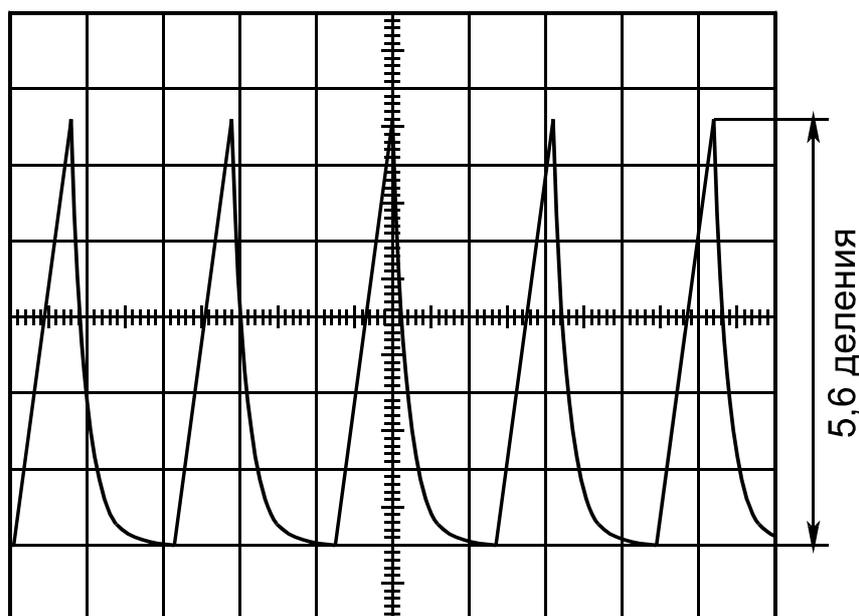

Рис. 7. Измерение амплитуды переменной составляющей импульсного сигнала, имеющего большую постоянную составляющую
- ручкой «  » горизонтального перемещения сместите изображение таким образом, чтобы один из верхних пиков находился на средней вертикальной линии шкалы (рис. 7);
**ПРИМЕР.** Размах вертикального отклонения сигнала составляет 5,6 деления, используется внешний делитель 1:10, переключатель « V/дел. » установлен в положение «5 mV», а переключатель « ×1; ×10 » – в положение « ×1 » (ручка «  » вытянута – «  ») – рис. 7.